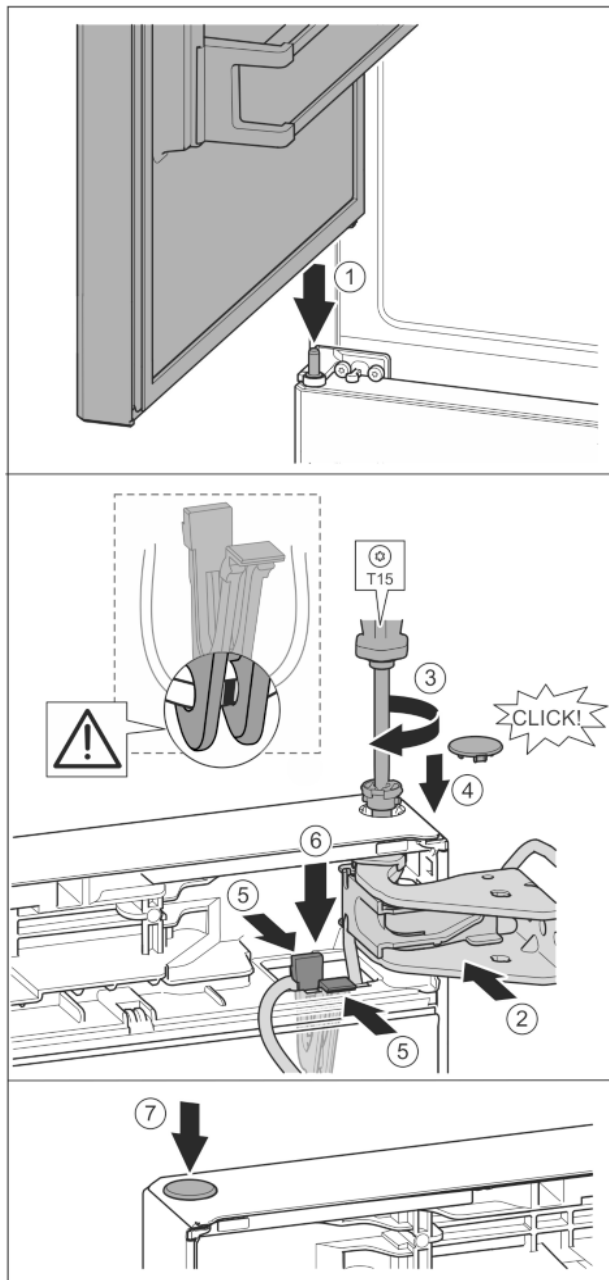

Fig. 41
- Stavite gornja vrata na srednji podložak ležaja Fig. 41 (1)
- Poravnajte gornja vrata prema otvoru u podlošku ležaja. Fig. 41 (2)
- Umetnite svornjak i zavijte odvijačem T15. Fig. 41 (3)
- Montirajte sigurnosni pokrov radi osiguranja vrata: Umetnite sigurnosni pokrov i provjerite naliježe li na vrata. U protivnom u potpunosti umetnite svornjake. Fig. 41 (4)
- Umetnite držač s pričvršćenim kabelom u otvor. Fig. 41 (5)
- ▶ Pritisćite držač prema dolje sve dok jezičac ne uskoči. *Fig. 41 (6)*
- ▶ Umetnite čep. *Fig. 41 (7)*